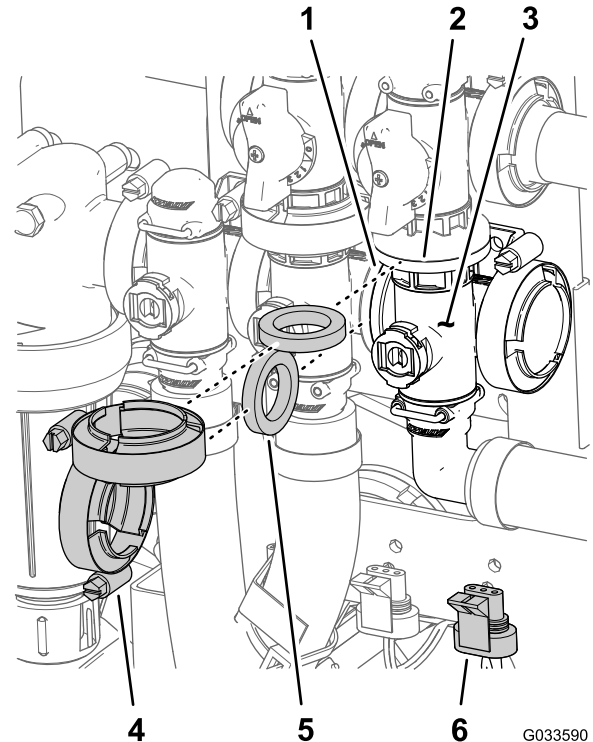

図 126
1. マスターブームバルブマニホールドのフランジ、ガスケット、マスターブームバイパスバルブのフランジを、整列させる 図 126。
2. マスターブームバルブ用マニホールド、ガスケット、マスターブームバイパスバルブを組み立ててフランジクランプを手締めする 図 126。
3. マスターブームバルブマニホールドのフランジ、ガスケット、攪拌バルブ用マニホールドを整列させる 図 126。
4. マスターブームバルブマニホールド、ガスケット、攪拌バルブマニホールドを組み立てて、フランジクランプを手締めする 図 126。
7. 攪拌バルブをバルブマウントに組み付ける; フランジヘッドボルトとフランジロックナット 図 126 はステップ 3 マスターブームマニホールドバルブの取り外し (ページ 76) で取り外したものを使用し、ボルトとナットを 10-12 N·m 1.0-1.2 kg/cm² = 90-110 in-lb にトルク締める。